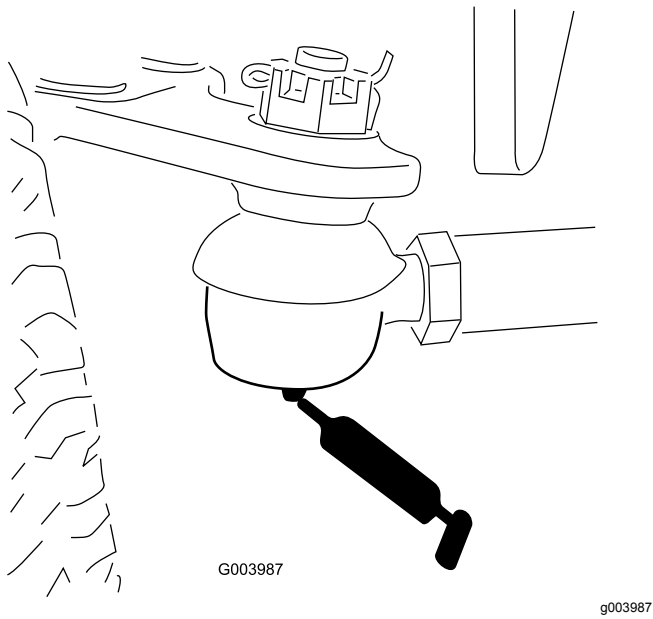

**Bild 79**
- Hubarmgelenkwelle (1) (Bild 79)